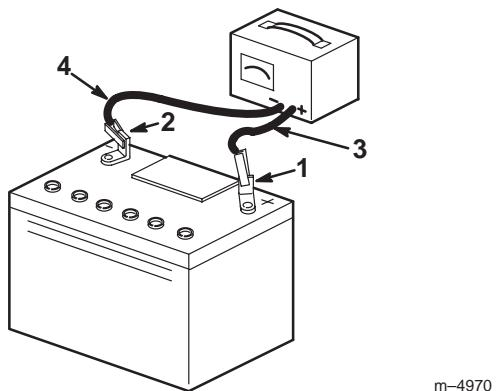

Figure 27
4. Quand la batterie est chargée au maximum, débranchez le chargeur de la prise, puis débranchez les fils du chargeur des bornes de la batterie (Fig. 27).